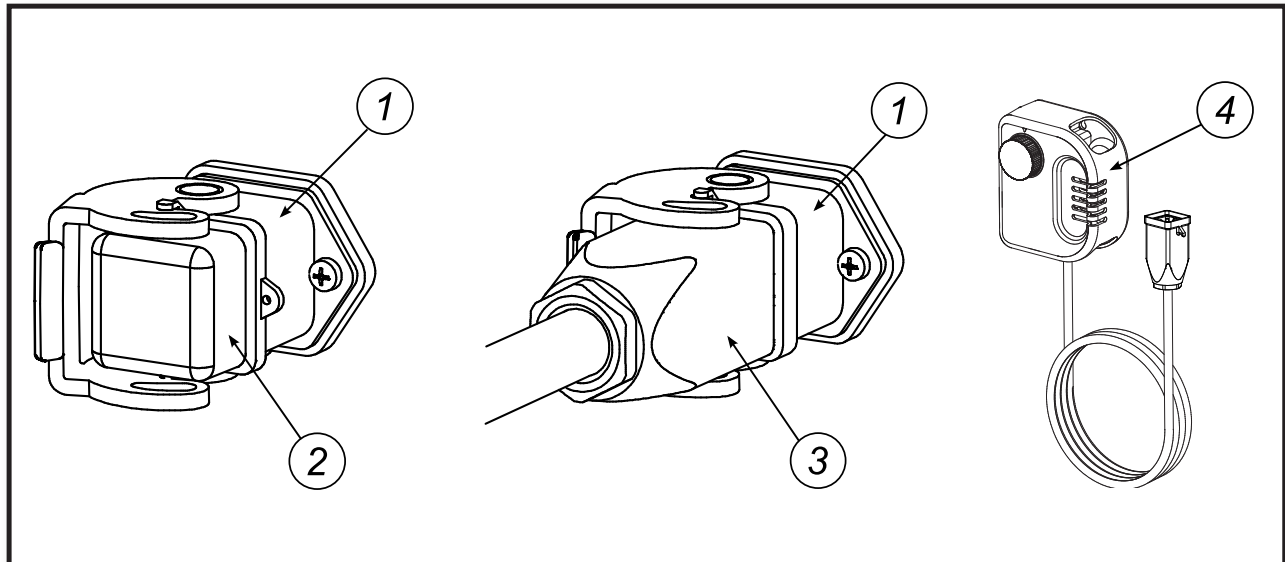

Fig. 6
- Podłączyć zaślepkę z mostkiem 2 rys. 6 do gniazda
- Usunąć zaślepkę z mostkiem 2, rys. 6
- Podłączyć wtyczkę termostatu 3 do gniazda termostatu 1, rys. 6
- Termostat nie może znajdować się bezpośrednio w strudze gorącego powietrza wypływającego z nagrzewnicy. Termostat 4 rys. 6 musi znajdować się w ogrzewanym pomieszczeniu.